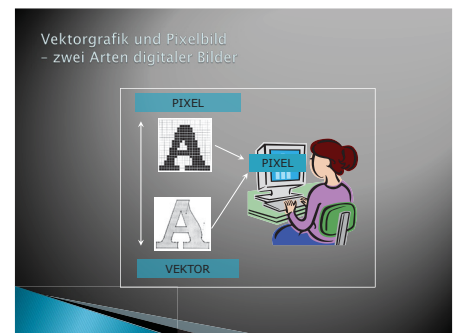

Abb. 7-31: Speichern einer Folie als EMF-Datei
- Soll der Export in ein Pixelbild erfolgen, so wird die Darstellung in der vorliegenden Größe mit einer Auflösung von 150dpi aufgerastert. Der Folienhintergrund (vgl. Abb. 7-31) wird nicht mitgespeichert, transparente Bildteile bleiben bei Wahl der Speicherformate GIF oder PNG transparent (Abb. 7-28), beim Speichern als JPG-Datei wird der Hintergrund weiß dargestellt.
Eine komplette PPT-Folie kann mit **START | SPEICHERN UNTER | ANDERE FORMATE** exportiert werden. Alle gängigen Vektor- und Pixelformate sind möglich, wobei die Metadatenformate bei allen Folien, die nicht ausschließlich Pixelbilder enthalten (Abb. 7-31), zu bevorzugen sind.